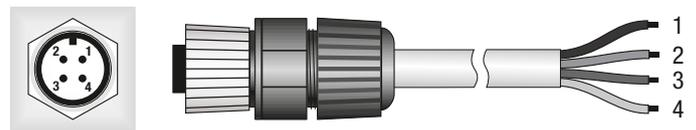

Fig.4
- Le câble optionnel, en PTFE et résistant aux UV, a trois fils et un bouclier (écran), se termine avec un connecteur d'une part, la correspondance entre les couleurs des fils et les pôles du connecteur est comme suit (Figure 4) :